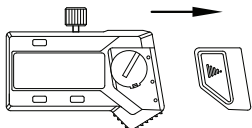

fig.1
1. Installare la batteria: ---Rimuovere il coperchio della batteria (fig.1)